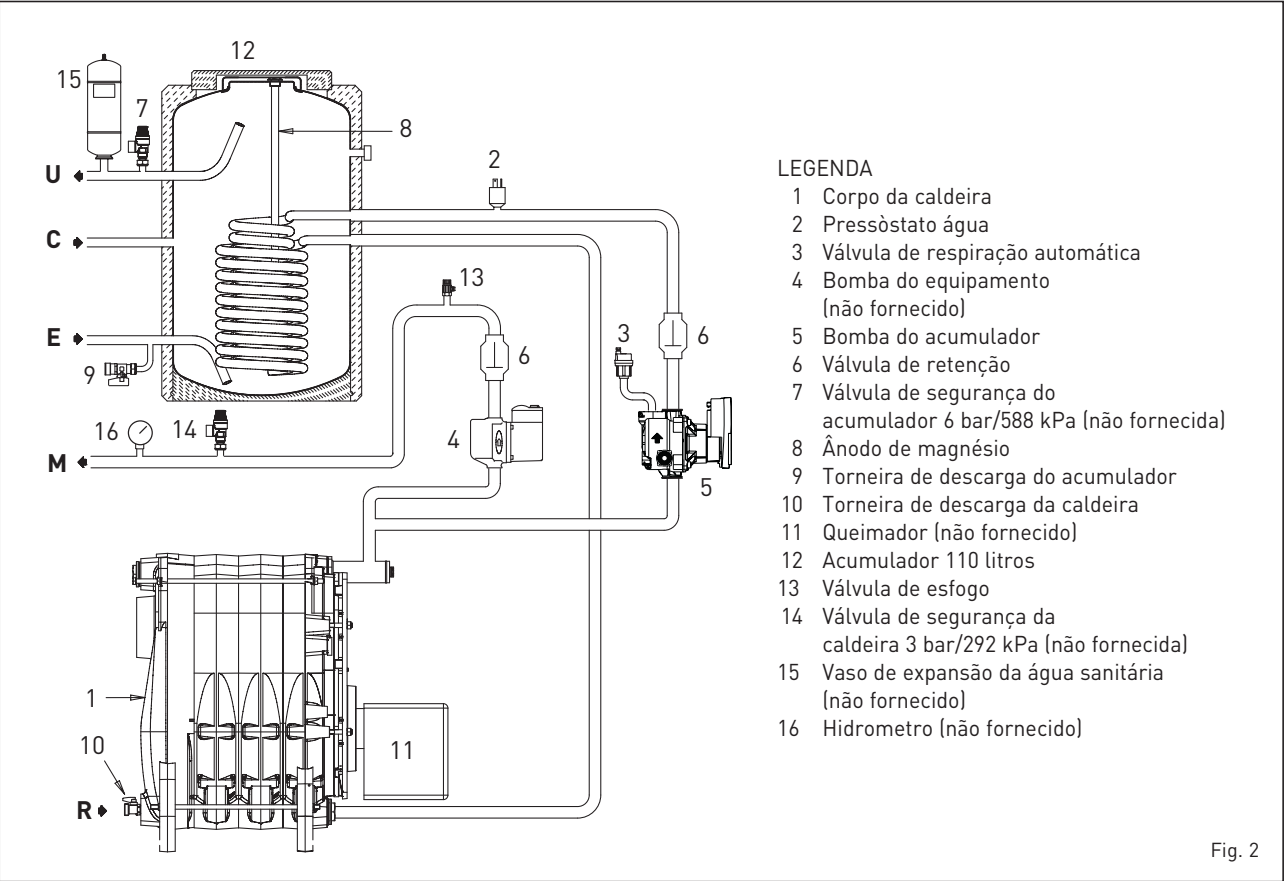

Fig. 2
1.4 ESQUEMA DE FUNCIONAMENTO (fig. 2)
2.3.1 Acessórios a instalar (fig. 2)
Para facilitar esta operação colocar horizontalmente a ranhura do parafuso de aperto da válvula de retenção (6 fig. 2).